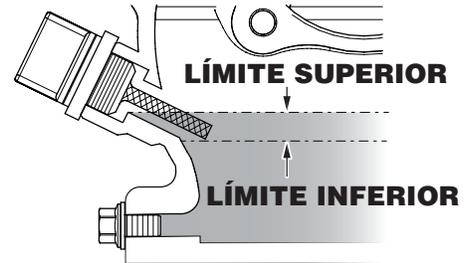

Figura 5. Varilla de medición de aceite del motor (nivel de aceite)
4. Si el nivel de aceite está bajo (consulte la Figura 5), llene hasta el borde del orificio de llenado con el tipo de aceite recomendado (Tabla 6). La capacidad máxima de aceites es de 0,63 cuartos (0,6 litros).